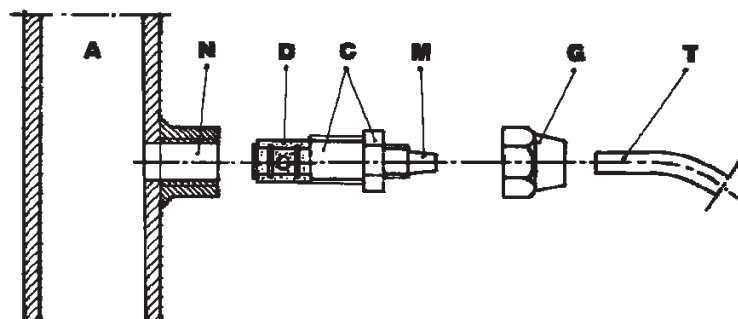

Fig. 9
- g. - Applicare sulla condotta dell'impianto da trattare, nel punto più idoneo per effettuare l'iniezione del prodotto da dosare, un raccordo da 3/8" gas femmina. Tale raccordo è escluso dalla fornitura. Avvitare la valvola di iniezione nel raccordo utilizzando come guarnizione del Teflon Fig. 9. Connettere il tubetto all'attacco conico della valvola d'iniezione e bloccarlo con l'apposita ghiera G. La valvola di iniezione è anche valvola di non ritorno.
3.1 - SCHEMA DI MONTAGGIO VALVOLA DI INIEZIONE Fig. 9